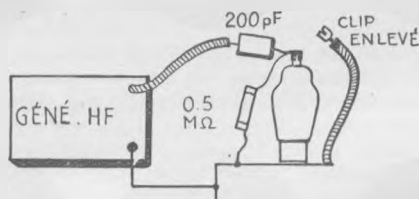

Fig. 22.
Nous enlevons le clip de la grille d'entrée de la convertisseuse et nous raccordons à sa place le générateur HF, par l'intermédiaire d'un C de 200 à 500 pF, avec une R de fuite à la masse de 0,25 à 0,5 M $\Omega$  (fig. 22). L'injection faite comme il a été dit ci-dessus, nous remettons le clip et nous recommençons la même opération à la grille de la lampe HF s'il y en a une. Ceci fait, nous branchons le générateur à la borne d'antenne, sans R de fuite évidemment, et nous recommandons notre injection. Avec ces trois clystères, le poste a bien dû nous dire s'il était malade du changeur de fréquence ou du présélecteur.
*moins la moyenne fréquence* en O.C. pour faciliter l'oscillation. On sait comment la différence de fréquence est maintenue malgré l'emploi de condensateurs variables identiques pour l'accord et l'oscillation : le point milieu s'obtient directement par un écart convenable entre les inductances des bobinages d'accord et d'oscillation — le point le plus haut en fréquence (1.500 Kc/s, fig. 22) à l'aide d'un trimmer en parallèle sur le condensateur variable d'oscillation dont il retarde la diminution de capacité — et le point le plus bas à l'aide d'un padding en série avec le circuit oscillant, dont il retarde par conséquent l'augmentation de capacité en fin d'échelle.
Le montage et l'interprétation de l'indicateur sont exactement les mêmes que pour l'alignement de la moyenne fréquence. Quant au générateur, on le branche par un condensateur de 200 pF à la borne antenne du poste s'il n'y a pas d'étage haute fréquence, la masse de l'hétérodyne étant réunie à la masse du récepteur. S'il y a une lampe HF, on peut utiliser le même montage, mais il est préférable d'attaquer d'abord la grille de la lampe HF débarrassée de son clip, avec une résistance de fuite de 0,5 M réunissant la grille à la masse (figure 22). Une fois l'alignement fait, on règle les bobinages d'entrée en injectant dans l'antenne.